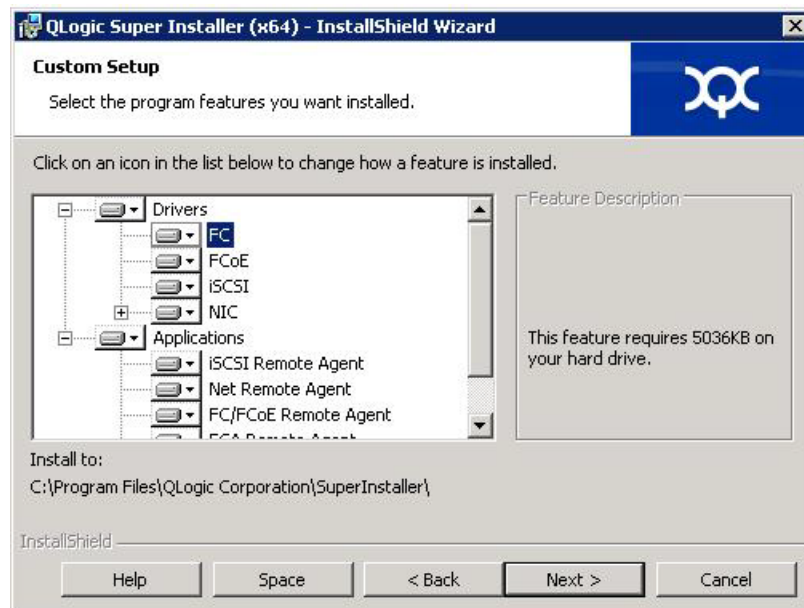

Figura 2-5. Janela InstallShield Wizard: Custom Setup (Assistente do InstallShield: Configuração personalizada)
6. Se você tiver selecionado **Custom** (Personalizada) na Etapa 5, preencha a janela Custom Setup (Configuração personalizada) (Figura 2-5 na página 10) da seguinte forma: